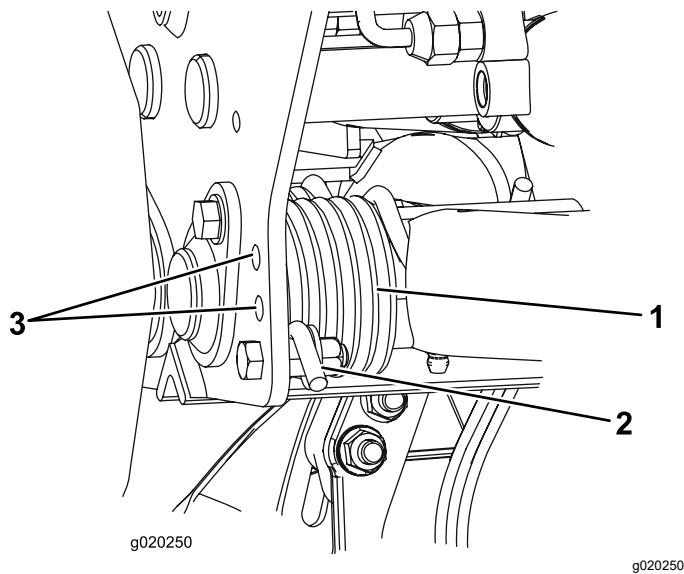

Figura 35
3. Para aliviar la tensión del muelle, retire el perno y la contratuerca que sujetan el actuador del muelle al soporte (Figura 35).